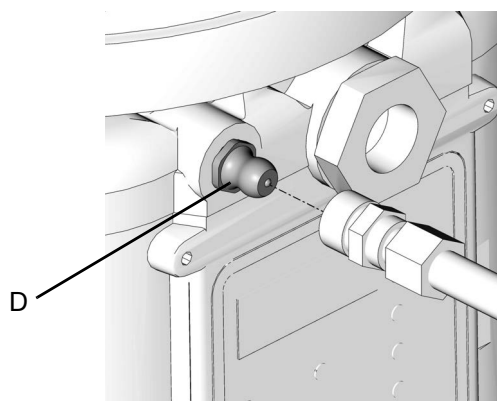

Рис. 12
- Перед заполнением резервуара всегда прочищайте впускной фитинг (D) (Рис. 12) чистой сухой тканью. Грязь и/или посторонние включения могут повредить насос и/или смазочную систему.